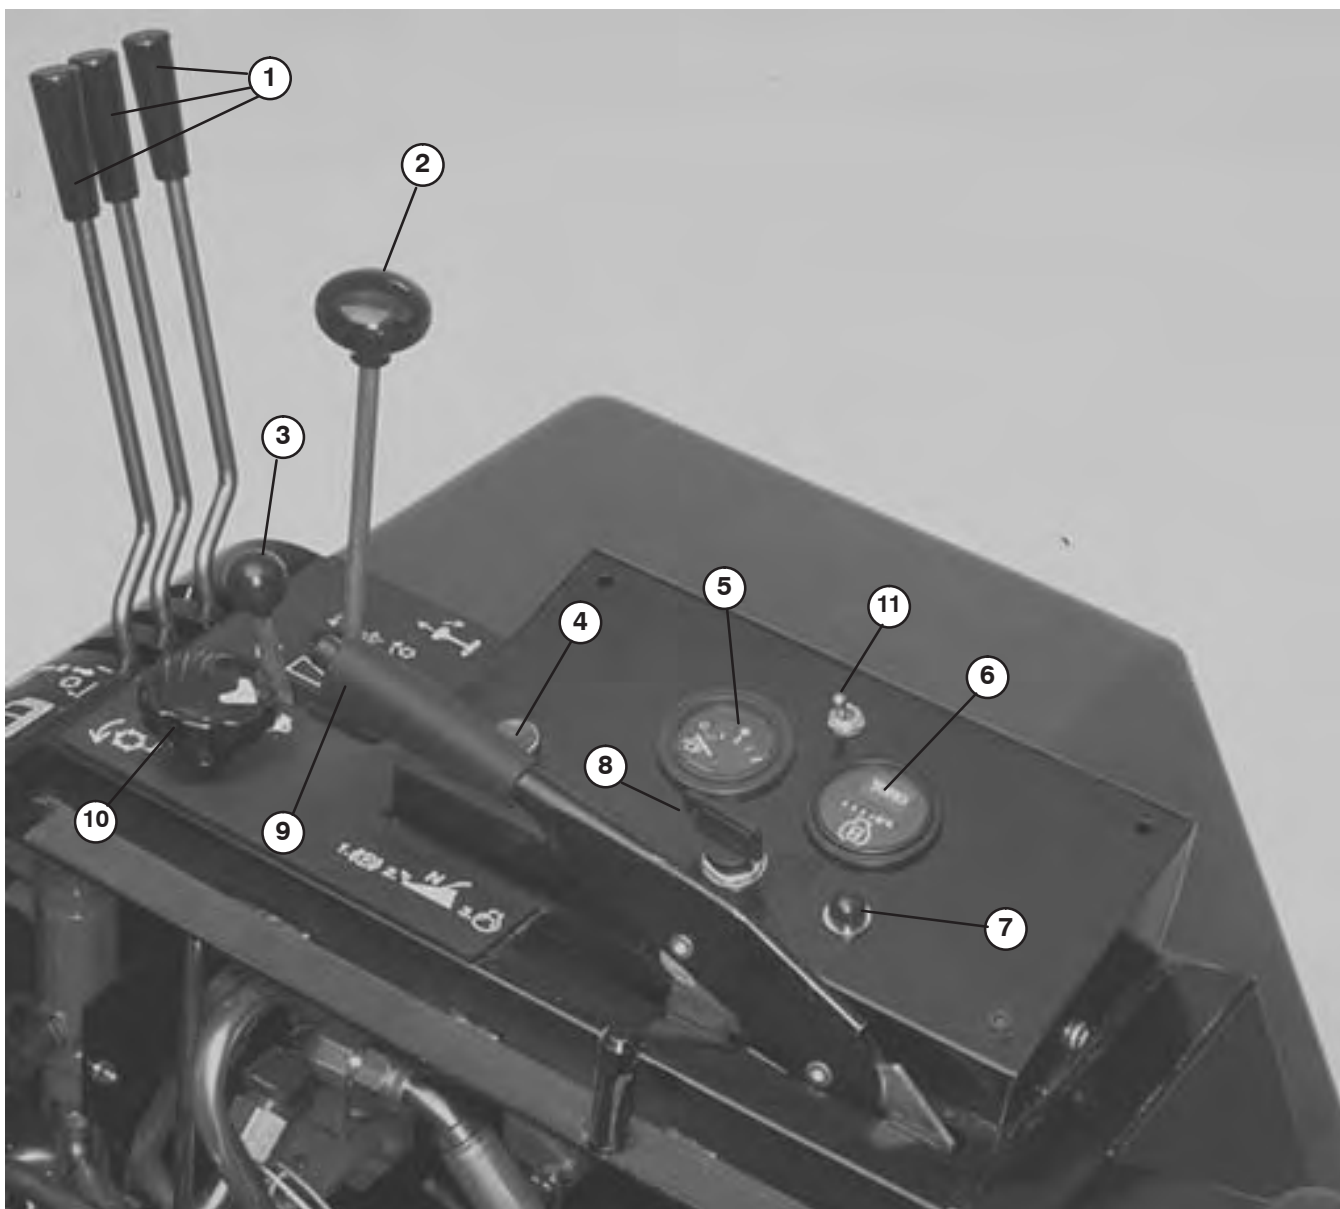

Figure 13
Les deux leviers extérieurs (Fig. 13) relèvent et abaissent les deux plateaux de coupe extérieurs. Le levier central relève et abaisse les deux plateaux de coupe avant et le plateau central. Le moteur doit tourner pour abaisser les plateaux de coupe. Lorsque les plateaux de coupe sont relevés, les cylindres s'arrêtent automatiquement. Ne laissez pas les leviers revenir brusquement au point mort, sinon les plateaux de coupe risquent de ne pas flotter librement.
Lorsque le bouton (Fig. 13) est enfoncé, le moteur peut fonctionner même après une surchauffe et un arrêt automatique par le système de sécurité électrique. N'utilisez ce bouton que quelques instants.
La jauge (Fig. 13) indique la quantité de carburant dans le réservoir.
Le compteur horaire (Fig. 13) indique le nombre total d'heures de fonctionnement de la machine.
Le témoin (Fig. 13) s'allume quand la clé est tournée en position Contact établi. Les bougies de préchauffage sont activées pendant 10 secondes, puis le témoin s'éteint et le moteur est prêt au démarrage.
Il comporte les trois positions suivantes : Contact coupé, Contact établi et Démarrage. Tournez la clé (Fig. 13) en position de démarrage et relâchez-la dès que le moteur démarre. Pour arrêter le moteur, tournez la clé à la position Contact coupé.
Tirez le levier (Fig. 13) vers le haut pour serrer le frein de stationnement. Pour desserrer le frein, tirez le levier, appuyez sur le bouton et abaissez le levier. Le frein de stationnement doit être serré pour que le moteur démarre. Serrez toujours le frein de stationnement avant de quitter le siège.
Déplacez le levier (Fig. 13) en avant pour engager les plateaux de coupe. Placez le levier au centre pour arrêter les plateaux de coupe. Pour roder les plateaux de coupe, relevez le levier au-dessus de la position d'arrêt et maintenez-le en arrière.
Tournez le bouton (Fig. 13) dans le sens horaire pour augmenter la vitesse des cylindres et dans le sens anti-horaire pour réduire la vitesse. Utilisez-le conjointement avec le limiteur de vitesse de déplacement pour obtenir la vitesse de coupe appropriée.
Déplacez la manette (Fig. 13) en avant pour augmenter le régime moteur et en arrière pour le diminuer.
Déplacez le commutateur (Fig. 13) en avant pour engager les 4 roues motrices. Déplacez le commutateur en arrière pour désengager les 4 roues motrices (modèle 4 roues motrices uniquement).
1. Asseyez-vous sur le siège et n'appuyez pas sur la pédale de déplacement. Vérifiez que le frein de stationnement est serré (Fig. 13). La pédale de déplacement et le levier de tonte/rodage doivent être au point mort.
2. Prenez place sur le siège et serrez le frein de stationnement (Fig. 13). Tournez la clé et essayez de démarrer le moteur en plaçant le levier de tonte/rodage (Fig. 13) aux positions Tonte et Rodage. Si le démarreur fonctionne, un dysfonctionnement existe et il doit être réparé immédiatement. Si le démarreur ne fonctionne pas, le commutateur de commande des plateaux de coupe fonctionne correctement.
Si un voyant s'allume pendant le fonctionnement, arrêtez la machine immédiatement et corrigez le problème avant de poursuivre. La machine risque d'être gravement endommagée si vous l'utilisez alors qu'elle est défectueuse. Toutefois, si le moteur s'arrête parce qu'il surchauffe, vous pouvez utiliser le bouton de réarmement (Fig. 13) pendant quelques instants pour garder le moteur en marche.